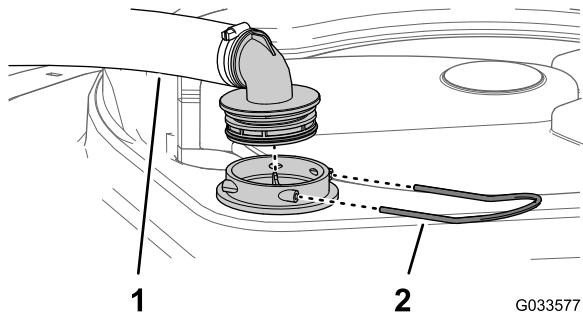

Рисунок 49
- В верхней части бака опрыскивателя снимите держатель, который крепит шланговый штуцер, подсоединеный к большому шлангу, идущему от корпуса фильтра (Рисунок 49).
- Отсоедините шланг и шланговый штуцер от корпуса фильтра (Рисунок 49).